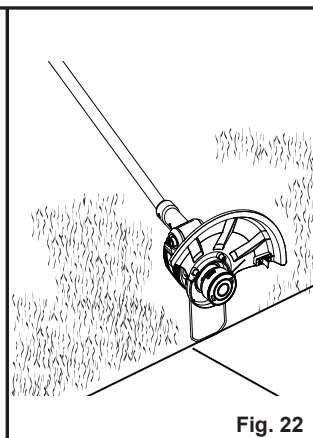

Fig. 22
- Utilisez le protège-fleurs pour éviter que le dispositif de coupe n'entre en contact avec des objets durs tels que des murs et des bordures (Fig. 22).